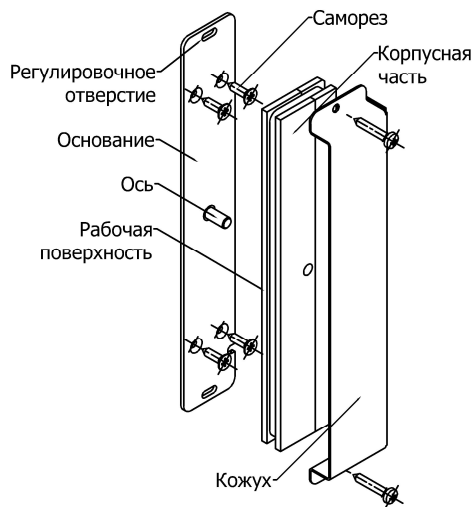
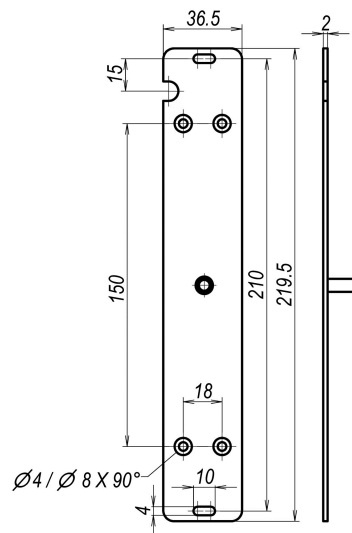

Рисунок 3
Рисунок 4
5.3 Основание корпусной части крепится на дверной коробке через два овальных отверстия (рис.3) саморезами Ø3 мм с учетом габаритно-установочных размеров и расположения выводов управления (рис.4).